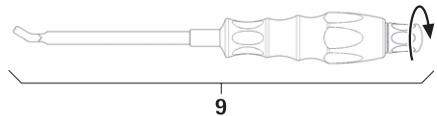

Fig. 14
- Montera stavinsättningsinstrument **9**, se Fig. 14.